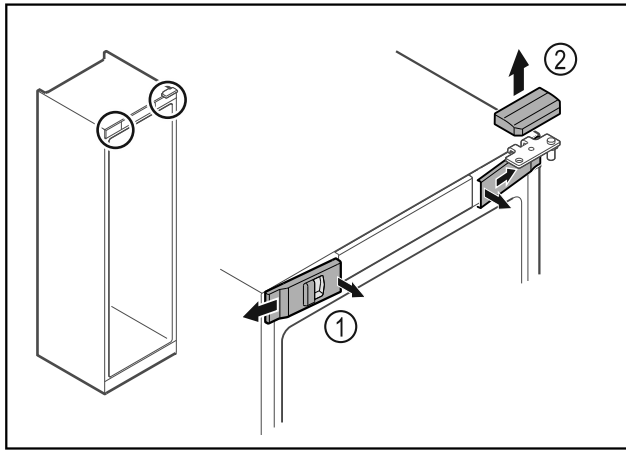

Fig. 18
- Décrocher les caches avant Fig. 18 (1) du côté intérieur et les retirer vers l'extérieur.
- Retirer le cache supérieur Fig. 18 (2) vers le haut.